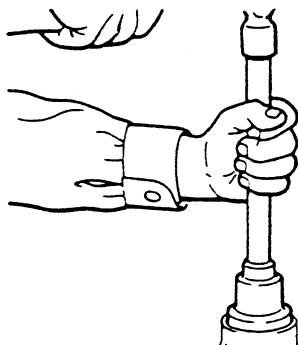

图 4-126 安装油封
(5) 拆卸驱动小齿轮螺母、垫圈、尾端颤、卡环及轴承座圈，安装预负荷垫片（曾拆卸过）至驱动小齿轮内。装上轴承座圈与卡环。
(6) 如图 4-126 所示在油封唇部涂抹齿轮油并利用工具 W-147D(油封安装器)和 C-4171(把手)装入轴内。